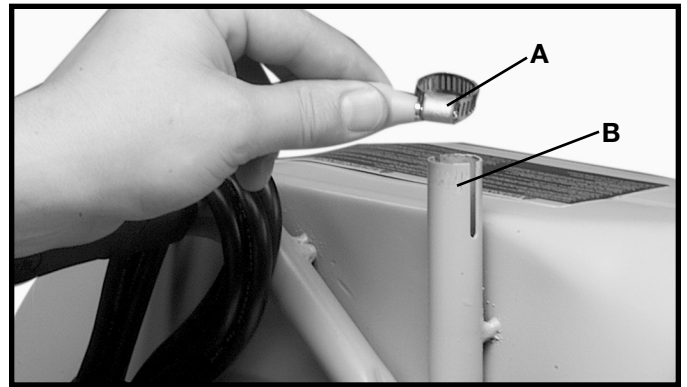

Fig. 7
1. Coloque la abrazadera de tubo (A), Fig. 7, sobre el portatubo del soporte inferior (B).